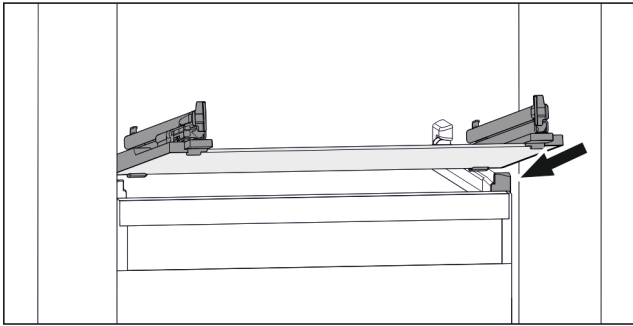

Fig. 72 Примерное отображение стеклянной пластины
- ▶ Наклоняя вниз, установите стеклянную пластину за стопоры. (см. Fig. 72)